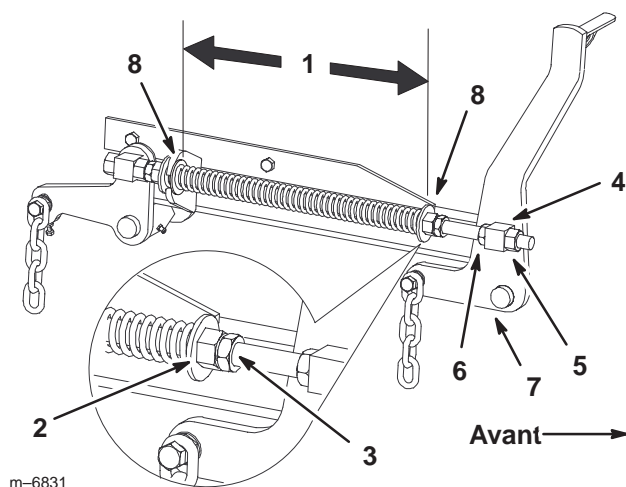

Figure 71
7. Desserrez d'environ 13 mm (1/2 pouce) les écrous de blocage à l'avant des pivots avant gauche et droit (Fig. 71).
8. Réglez les écrous de relevage sur les côtés gauche et droit de la machine de manière à **abaisser l'avant de 6 à 10 mm (1/4 à 3/8 pouce) au point A par rapport au point B à l'arrière** (Fig. 71).
2. Vérifiez que les deux grandes rondelles sont espacées de 26,7 cm (10-1/2 pouces) (Fig. 71).
3. Réglez cette distance en desserrant l'écrou de blocage du ressort et en tournant l'écrou devant chaque ressort (Fig. 71). Tournez l'écrou dans le sens horaire pour raccourcir le ressort, et dans le sens inverse pour l'allonger.
4. Bloquez l'écrou en position en serrant l'écrou de blocage du ressort (Fig. 71).